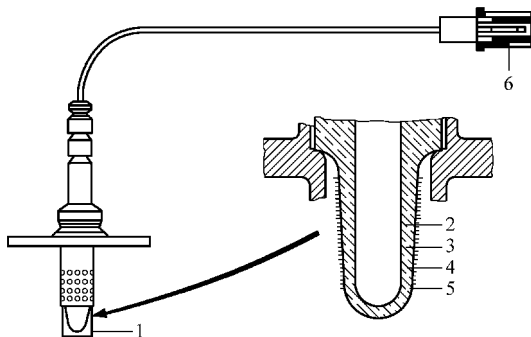

图 5-62 氧化锆式结构示意图
(1) 氧化锆式结构特点 氧化锆式氧传感器的基本元件是氧化锆陶瓷管(固体电解质),亦称锆管,如图 5-62 所示。